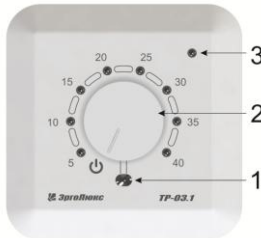

Рисунок 3 - Внешний вид терморегулятора.
3. Выкрутите регулятор температуры **2** в максимальное положение. Индикатор **3** нагрева загорится и встроенное реле включит нагрев (Рис.3).